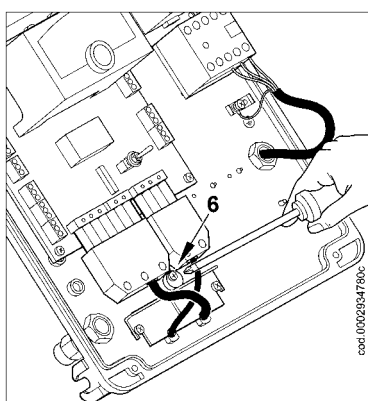

Figura 3
3) Riposizionare la piastrina stringi cavi come da figura 3. Ruotare l'eccentrico (6) in modo che la piastrina eserciti una adeguata pressione sui due cavi, quindi stringere le viti che fissano la piastrina. Collegare infine le due spine a 7 e a 4 poli.